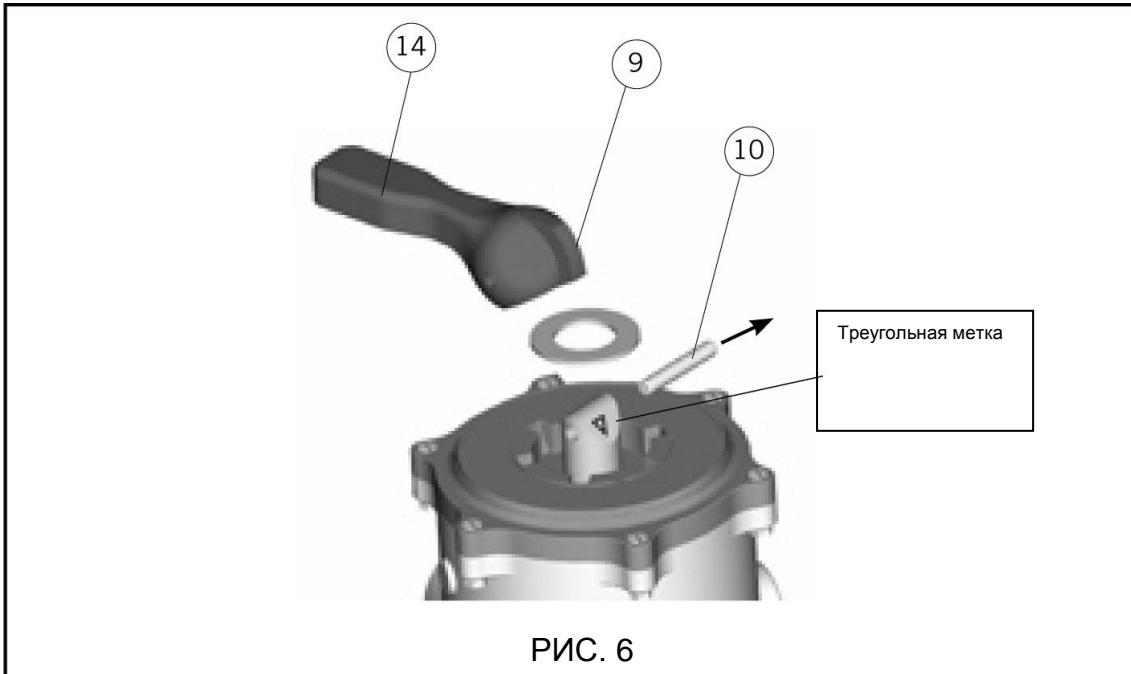
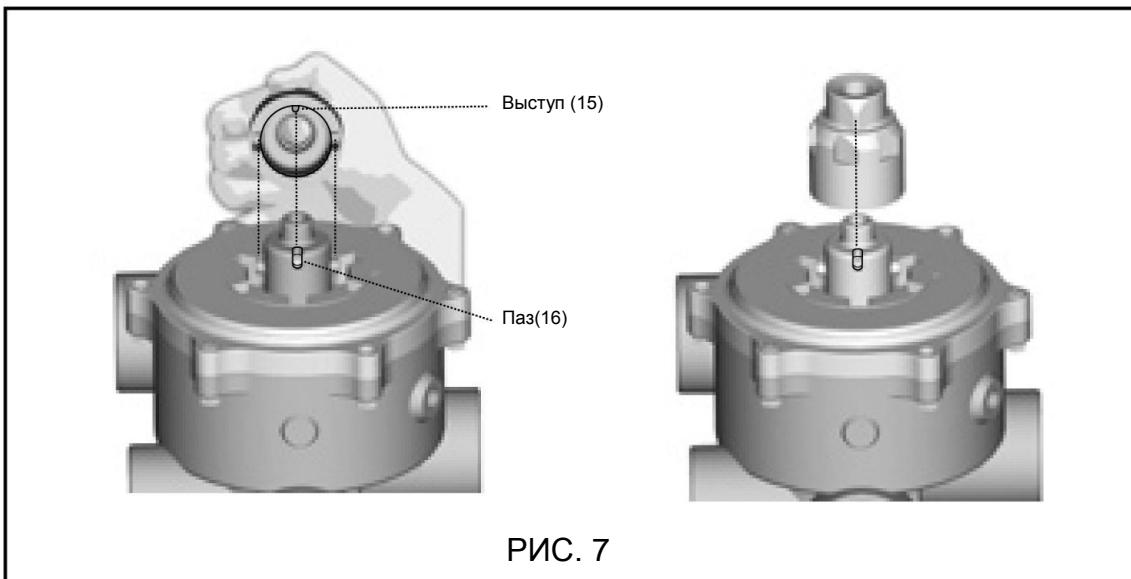

РИС. 6
РИС. 7
При установке рукоятки* (14) (ПРИЛОЖЕНИЕ 2 – Рис. 6) располагайте ее таким образом, чтобы треугольник на вале колокола совпадал с указателем (9) на рукоятке. Установив рукоятку на вал, можно закрепить ее, вставив штифт* (10) на место.
6.5 Порядок перевода клапана с ручного на автоматическое управление. Удалите штифт (10) (ПРИЛОЖЕНИЕ 2 – Рис. 6), снимите рукоятку (14) и установите деталь (7) (ПРИЛОЖЕНИЕ 2 – Рис. 5). Это выполняется путем совмещения маркировки (A) с треугольником (ПРИЛОЖЕНИЕ 2 – Рис. 6). Установив рукоятку на место, закрепите ее штифтом (6) (ПРИЛОЖЕНИЕ 2 – Рис. 5), отцентрировав его по длине. Затем установите деталь (5) (ПРИЛОЖЕНИЕ 2 – Рис. 4). Вставьте выступ (15) в паз (16). (См. подбор иллюстраций в ПРИЛОЖЕНИИ 2, Рис. 7), что обеспечивает правильную сборку в единственном возможном направлении. Вставьте и заверните винт (3). Полностью затягивать его не следует, так как он находится в ослабленном состоянии, для того